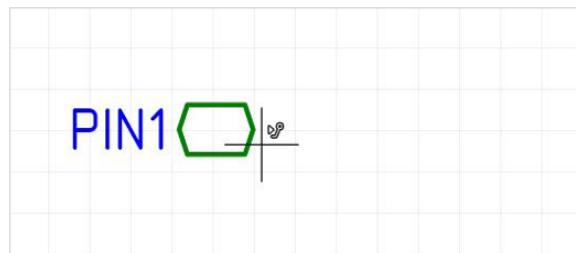

Рис. 265 Размещение блочного порта на схеме блока
5. Нажмите кнопку «OK», расположенную в нижней части окна, и выберите на схеме блока место, в котором следует разместить порт, см. Рис. 265. При перемещении курсора по схеме отображается возможный вид размещаемого порта.